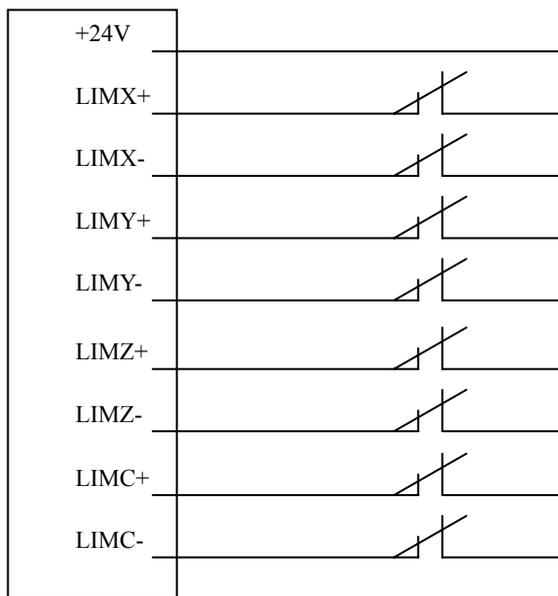

图4.34 超程信号的连接
② 使用超程信号作为行程限位的连接，连接方式如下图 4.34 所示：